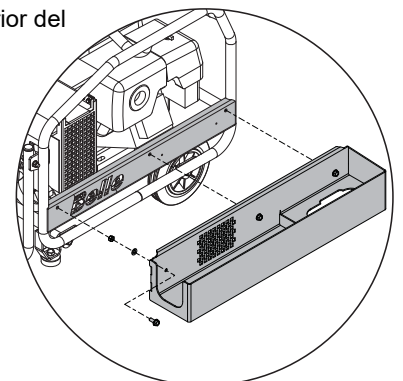

Imagen 5
1. Alinee los 3 agujeros del lateral de la bandeja de herramientas con los 3 agujeros del protector lateral del lado izquierdo. Fije la bandeja de herramientas al armazón con las arandelas, tuercas y los 3 pernos M8 suministrados en el kit. Ajustelos hasta 28 Nm (*consulte la imagen 5*)